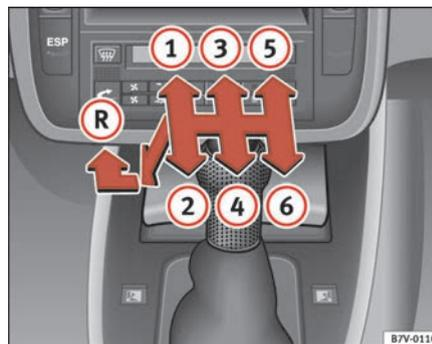

Fig. 127 Palanca selectora con el esquema de cambio
- Coloque la palanca ⇒ página 176, fig. 127 en la posición del medio (punto muerto).